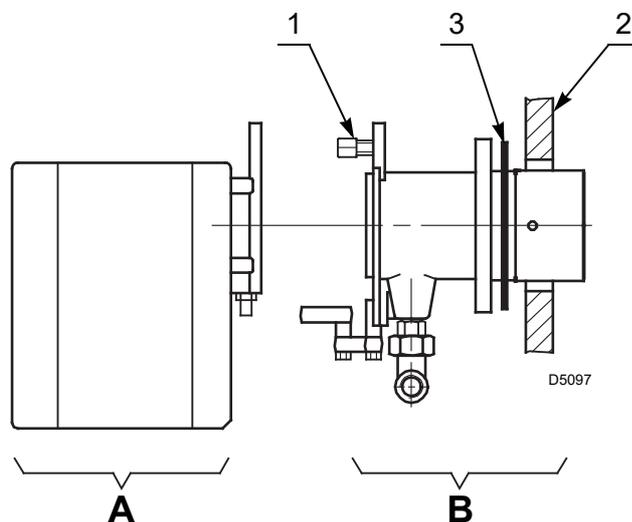

Abb. 9
- Den Flammkopf vom Brenner ausbauen, dazu die Mutter 1) abnehmen und die Gruppe A) herausziehen (Abb. 9).
- Die Gruppe B) (Abb. 9) an die Heizkesselplatte 2) befestigen und die beiliegende Isolierdichtung 3) einfügen.